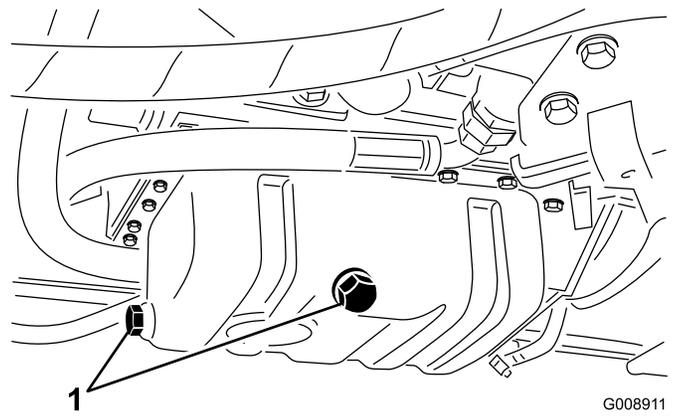

図 53
1. ドレンプラグ 図 53 の片方を外し、排出されるオイルを廃油受け容器に回収する。オイルが抜けたらドレンプラグを取り付ける。